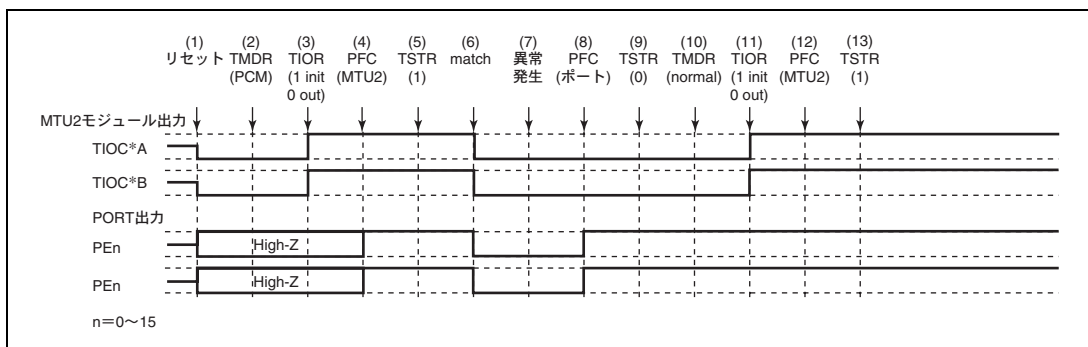

図 11.155 位相計数モードで異常が発生し、ノーマルモードで復帰する場合
位相計数モードで異常が発生し、再設定後ノーマルモードで再起動する場合の説明図を図 11.155 に示します。
- (1) ~ (9) は図 11.155 と共通です。
- (10) PWM モード 1 を設定します。
- (11) TIOR で端子を初期化してください (PWM モード 1 では TIOC*B 側は初期化されません)。
- (12) PFC で MTU2 出力としてください。
- (13) TSTR で再スタートします。
(19) 位相計数モードで動作中に異常が発生し、PWM モード 2 で再スタートする場合の動作
- (10) PWM モード 2 を設定します。
- (11) TIOR で端子を初期化してください (PWM モード 2 では周期レジスタの端子は初期化されません)。
(20) 位相計数モードで動作中に異常が発生し、位相計数モードで再スタートする場合の動作
- (10) 位相計数モードで再スタートする場合には必要ありません。
- (11) TIOR で端子を初期化してください。
(21) 相補 PWM モードで動作中に異常が発生し、ノーマルモードで再スタートする場合の動作